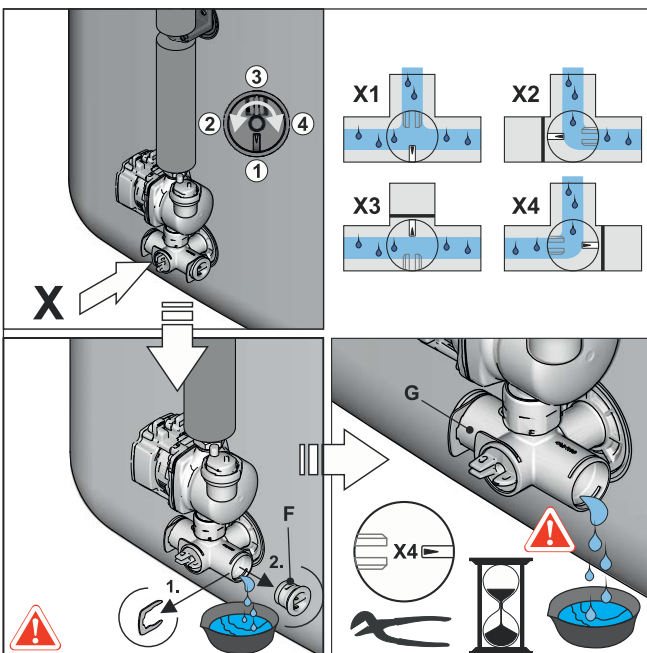

Bild 9-5 Ventileinsatz absperrern, Blindstopfen vom Anschlusswinkel entfernen
- 5 Ventileinsatz am Anschlusswinkel so einstellen, dass der Weg zum Ablaufschlauch geöffnet wird (siehe auch Bild 9-5) und Wasserinhalt des Speicherbehälters ablassen.